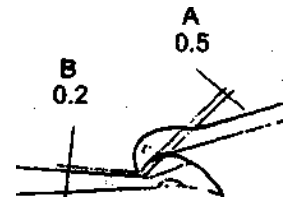

Рис.16
4. Верхний петлитель и нижний петлитель (Рис. 16)